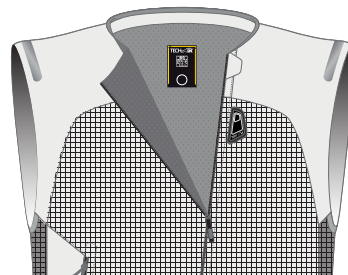

Figure 10
Pour maintenir le système éteint, laissez le zip d'activation (1) ouvert comme indiqué sur la figure 10. Gardez toujours le système dans cet état pendant qu'il est stocké, transporté ou expédié (voir la section 14 « Nettoyage, stockage et transport »)